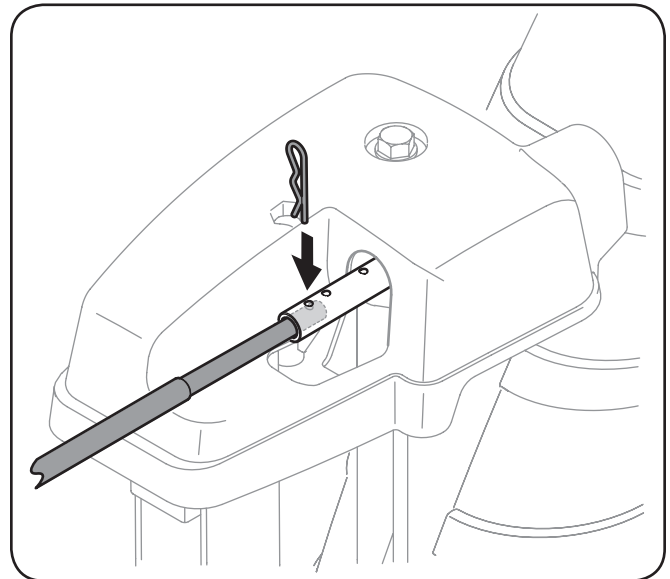

Figura 6-8
2. Tire de la varilla de control del canal hasta que el agujero en el que se alinee con el agujero más alejado del conjunto de la canaleta en el conjunto de la rotación de canal. Vea la Figura 6-8.
3. Vuelva a insertar el pasador de chaveta a través de este orificio y la varilla de control del canal. Vea la Figura 6-8.